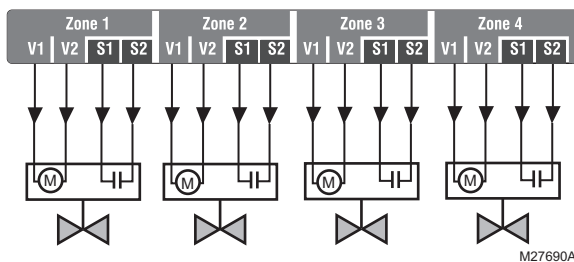

Fig. 13. Câblage d'un module de zonage AQ15740B pour utilisation avec des vannes de zone basse tension avec interrupteurs d'extrémité.
2. Vannes de zone basse tension avec interrupteurs d'extrémité : Voir la Fig. 13. L'alimentation 24 Vca est précâblée entre le circuit secondaire du transformateur dans le coin supérieur gauche du transformateur de l'AQ251 et le module de zonage AQ15740B. Aucun câblage sur place n'est requis.